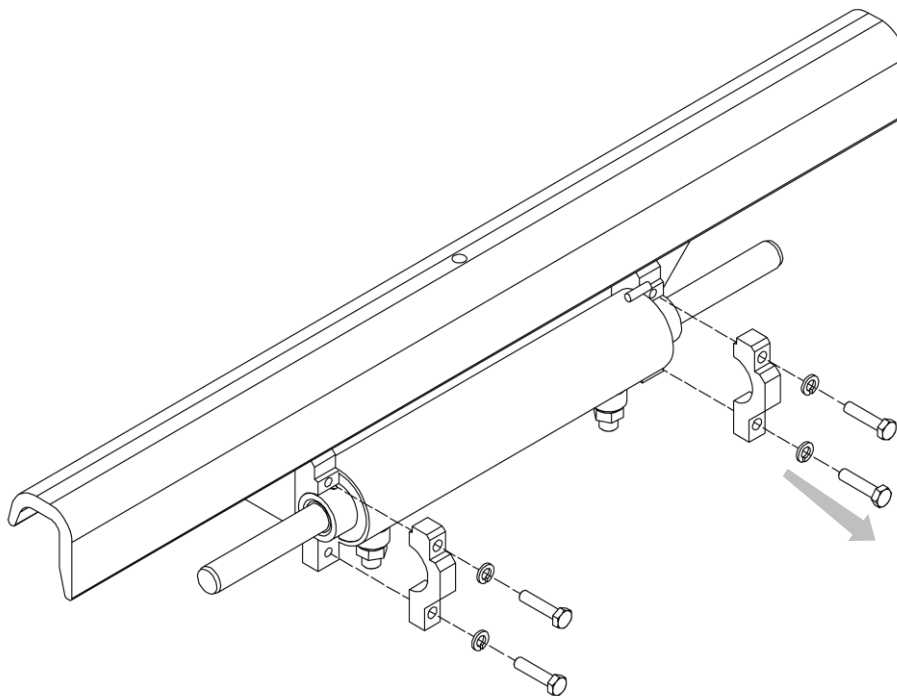

Figure 37
4. Se référer à la *Figure 37*.